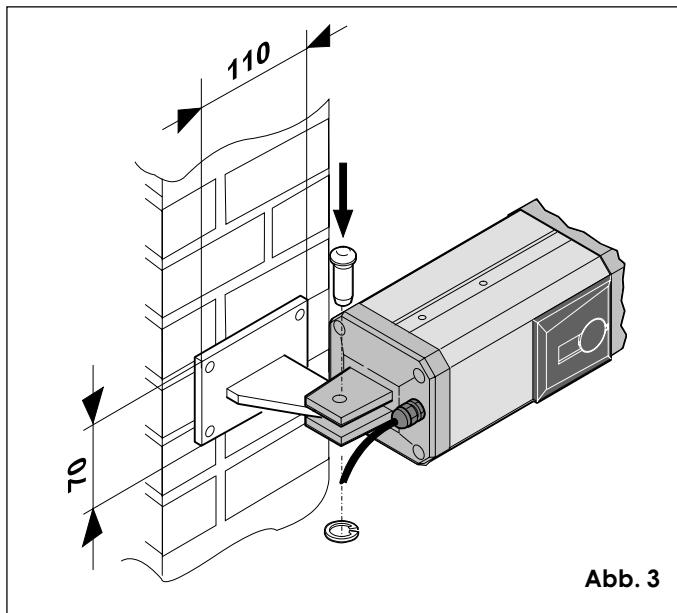

Abb. 3
Bei Eisenpfeilern den Anschluß direkt an den Pfeiler schweißen. Bei gemauerten Pfeilern eine entsprechende Anschlußplatte (Abb. 3) einlassen und diese mit dem Anschluß verschweißen.
- 2) Antrieb anhand der mitgelieferten Schraubverbindungen (Abb. 3) am hinteren Anschluß befestigen.